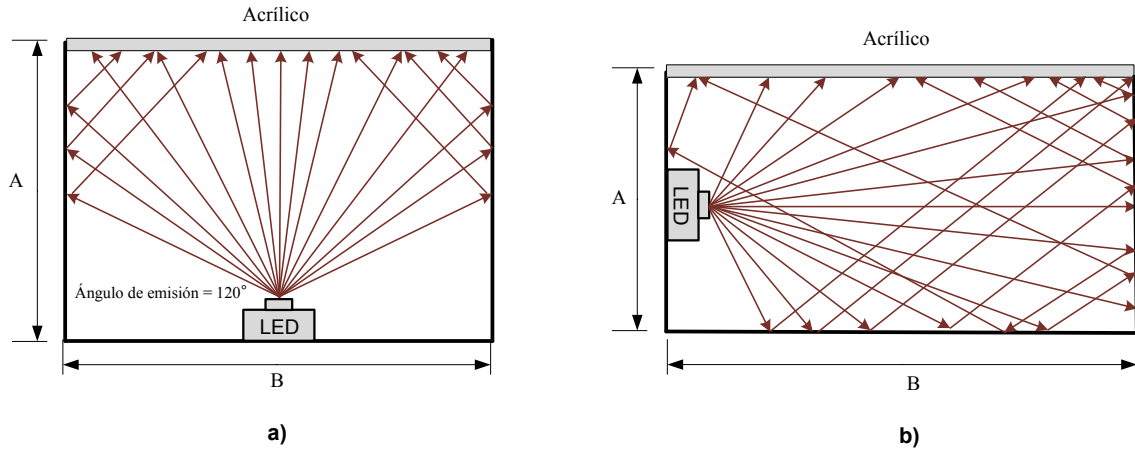

Figura A2.2. Técnicas de iluminación detrás de acrílicos.
La figura A2.2 a. muestra este tipo de iluminación.
Ese fenómeno se puede evitar ampliando la distancia A y colocando los LEDs a distancias más cortas entre sí. (Véase fig. A2.2 a)
La figura A2.2 b. muestra este tipo de iluminación.
- La distancia A puede ser pequeña, no influye mucho en la distribución de luz. (Véase fig. A2.2 b)
- Dificultad de iluminar grandes superficies debido a la necesidad de los rebotes de luz en las paredes. Distancia B limitada (Véase figura A2.2 b)